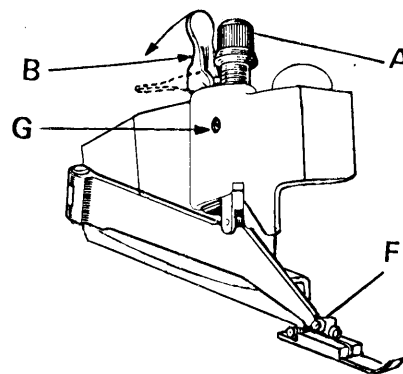

fig.17
b) Cambio ago (fig. 17)
c) Posizionamento e regolazione pressione del piedino (fig. 17)